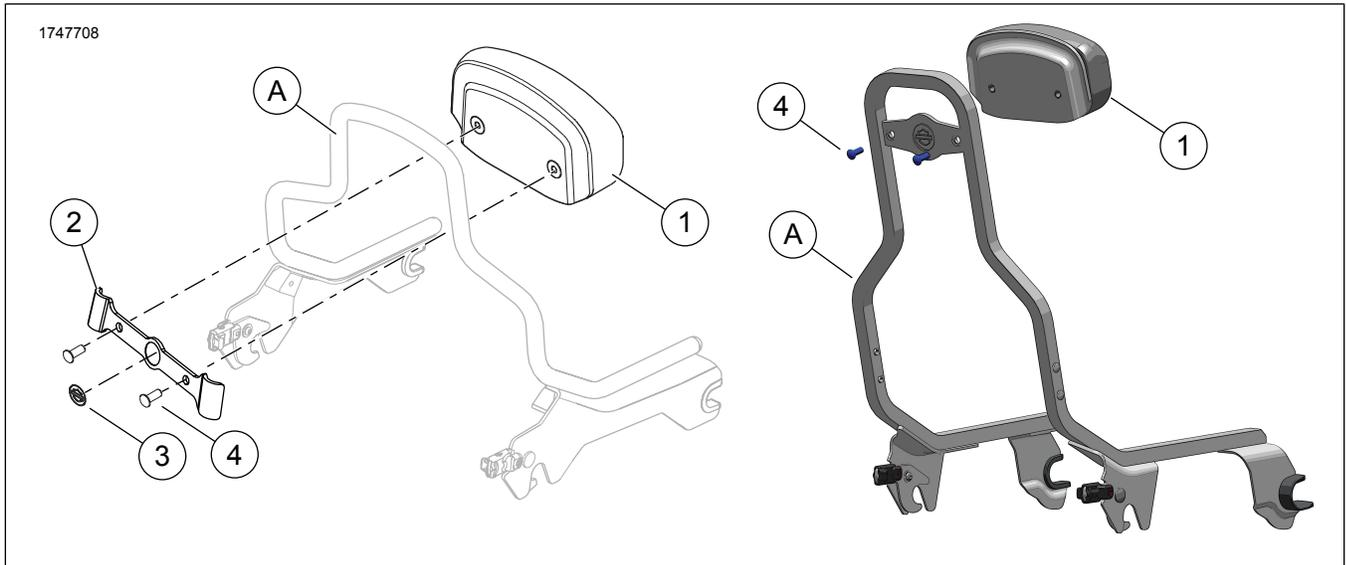

Figure 1. Contenu du kit : Ensemble de coussins de dossier compacts
1. Voir la Figure 1. Positionnez le coussin du dossier (1) de sorte que le contour de la base soit aligné avec le haut du montant de OE la barre d'appui (A).
- Le côté du support (3) n'est pas symétrique. La largeur en haut est inférieure à la largeur en bas.
- Utilisez un mélange d'alcool isopropylique et d'eau (50:50) pour nettoyer soigneusement la surface du OE montant (A) avant d'installer le support (2). Laissez sécher complètement. Installer à température ambiante. 10–32 °C (50–90 °F)
2. Enlever l'endos adhésif des côtés gauche et droit du support (3).
3. Voir la Figure 1. Placez le support de montage contre le coussin de sorte que OE le montant de la barre d'appui (A) se trouve entre le coussin (1) et le support (2).
4. Positionnez et appuyez fermement le support (2) sur OE le montant de la barre d'appui (A).
5. Insérer les vis (4). Serrer.
1. Voir la Figure 1. Utilisez un mélange d'alcool isopropylique et d'eau (50:50) pour nettoyer soigneusement la surface du OE montant de la barre d'appui (A) avant d'installer le support (2). Laissez sécher complètement. Installer à température ambiante.
1. Voir la Figure 1. Si nécessaire, coupez le joint de pluie en plastique à l'écart des trous de vis prédécoupés dans le rembourrage du dossier (1) pour éviter que le plastique ne se coince dans les filets.
2. Positionnez le coussin du dossier (1) de sorte que le contour de la base soit aligné avec le haut OE du montant de la barre d'appui (A).
- Voir la Figure 1. Utilisez un mélange d'alcool isopropylique et d'eau (50:50) pour nettoyer soigneusement la surface du OE montant de la barre d'appui (A) avant d'installer le support (2). Laissez sécher complètement. Installer à température ambiante. 10–32 °C (50–90 °F)
4. Voir la Figure 1. Placez le support de montage (2) contre le coussin (1) de sorte que le OE montant de la barre d'appui (A) se trouve entre le coussin et le support.
5. Positionnez et appuyez fermement le support (2) sur OE le montant de la barre d'appui (A).
6. Voir la Figure 1. Insérez les vis (4). Serrer.
1. Voir la Figure 1. Alignez le tampon (1) avec le support (2).
2. Installer les vis (4). Serrer.